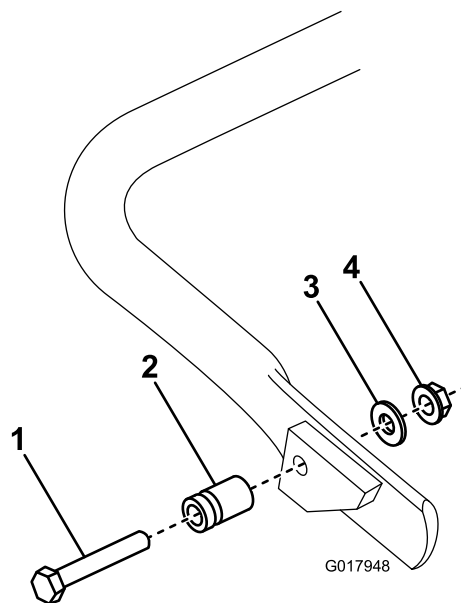

图7
1. 仅限型号 04056，使用提供的螺栓、垫圈和凸缘螺母，将弹簧柱螺栓连接到支架的右侧（图7）。